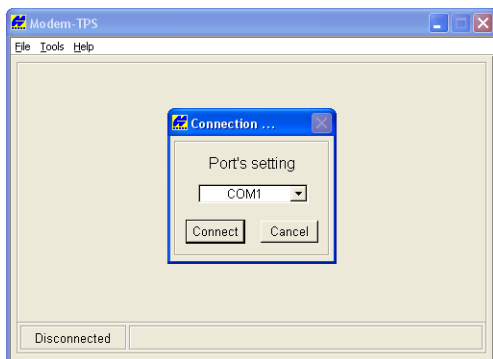
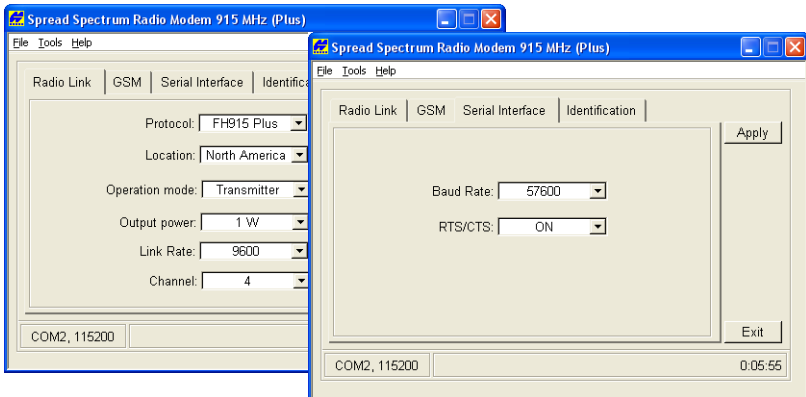

Figura 3-1. Conéctese a Modem-TPS
Figura 3-2. Aplicación de los Parámetros de Radio Enlace y de Velocidad de la Transferencia en Baudios
2. Abra Modem-TPS y seleccione el puerto COM al que se encuentra conectado el receptor (Figura 3-1). Haga clic en **Connect**.
3. En la pestaña *Radio Link*, configure los siguientes parámetros (Figura 3-1 de la página 3-5) y haga clic en **Apply** (Figura 3-2 de la página 3-7).
4. En la pestaña *Serial Interface*, seleccione los siguientes parámetros de velocidad de transferencia en baudios y haga clic en **Apply** (Figura 3-2).